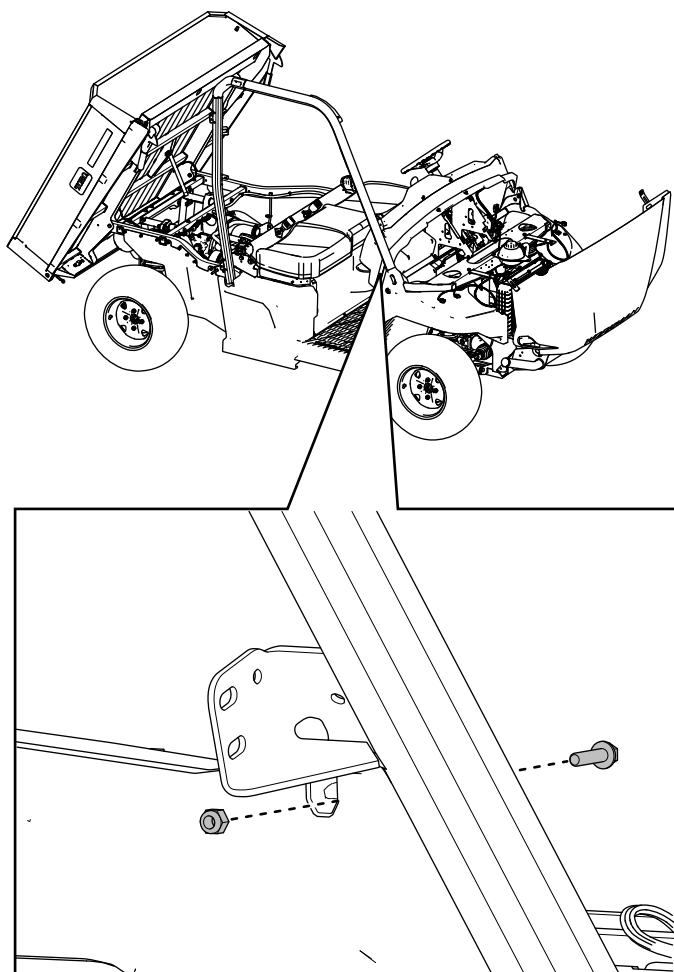

Figure 15
9. Fixez légèrement la barre avant droite de l'arceau de sécurité sur la planche de bord à l'aide de 1 boulon à tête hexagonale à embase ($\frac{1}{4} \times 1$ po) et de 1 contre-écrou ($\frac{1}{4}$ po), comme montré à la Figure 15.